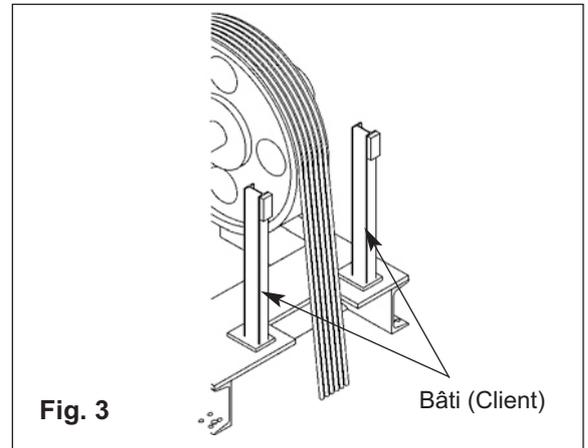

Fig. 3
3.4.1 Monter le bâti, conçu par le client, sur le support moteur ou sur le moteur (Fig. 3).